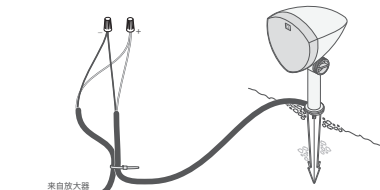

图 7
2. 从离放大器最近的扬声器开始, 根据下表相应放大器通道的埋地线切割端 3/4 英寸 (约 1.9 厘米) 的绝缘层, 然后剥去相应扬声器尾纤末端的绝缘层 (见图 7)。
3. 用扎带将直埋电缆连接到扬声器尾纤 (见图 7)。